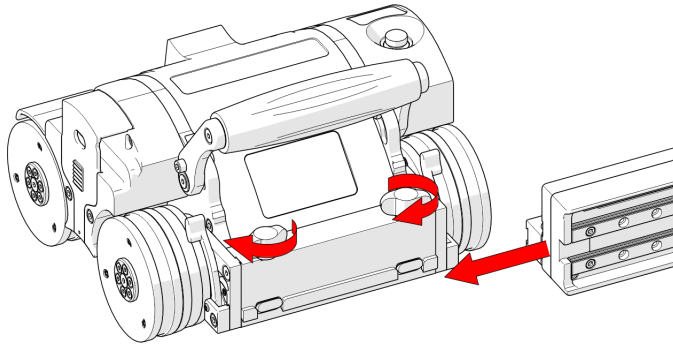

Abbildung 2-25 Aufschieben auf eine schwenkbare Halterung
1. Lösen Sie die beiden schwarzen Flügelknöpfe und schieben Sie die Montageschiene des Rasterarms auf die Schwalbenschwanzbacken des Fahrwagens (siehe Abbildung 2-25 auf Seite 66).